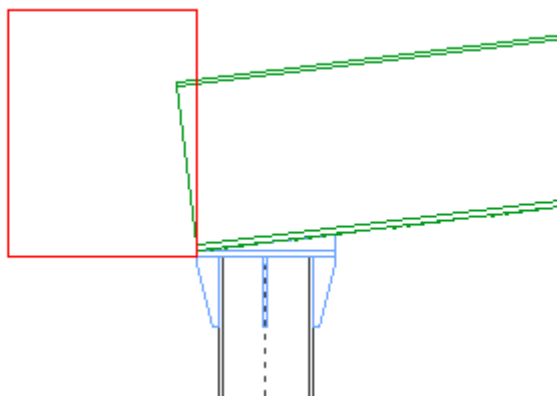

Рисунок 64
- На виде слева нарисовать выделенную область. В качестве начальной точки выделенной области взять низ листа (Рисунок 64).